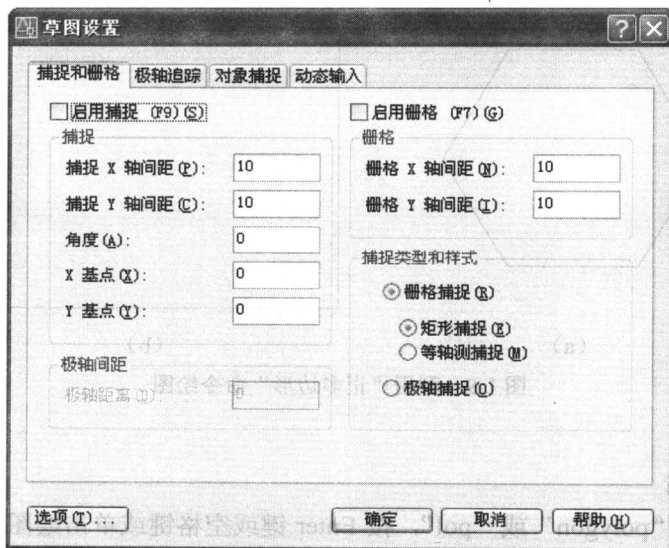

图 1-8 “草图设置”对话框
以图 1-8 所示“草图设置”对话框为例，它与应用程序窗口有很多类似之处，如顶部的
- 命令按钮：图 1-8 中的“确定”、“取消”及“帮助”按钮。单击该按钮表示执行一种命令，如“确定”表示确认对话框的内容并关闭对话框，“取消”表示取消对话框操作，“帮助”表示获取相关帮助信息。
- 文本框：又名编辑框，如图 1-8 中的“捕捉 X 轴间距 (P)”文本框，这是让用户输入信息的地方。